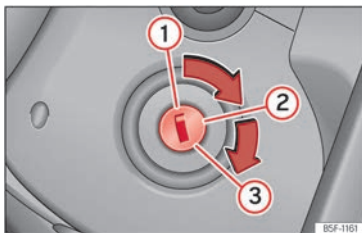

Abb. 83 Zündschloss
- Drehen Sie den Zündschlüssel in Stellung » (Abb. 83) ②.
- Drehen Sie den Zündschlüssel weiter in die Stellung » (Abb. 83) ③, ohne Gas zu geben.
- Wenn der Motor anspringt, Zündschlüssel loslassen. Beim Loslassen geht der Fahrzeugschlüssel in die Position ② zurück.
- Fahrzeuge mit Zündschloss: Drehen Sie den Zündschlüssel in Stellung »» (Abb. 83) ⓘ.